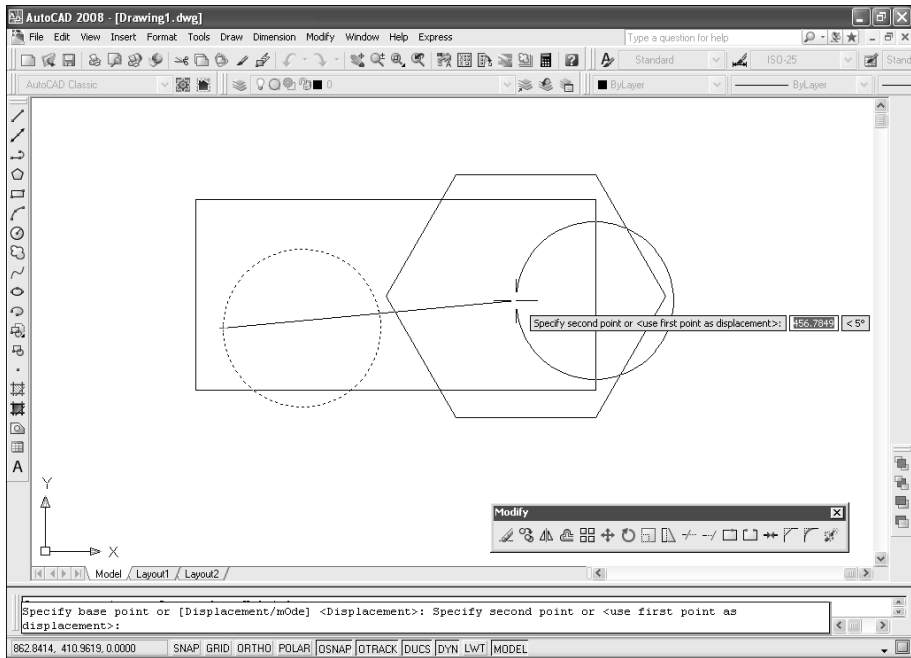

Рис. 4.3. Копирование объекта с помощью инструмента **Сору**
5. Задайте точку смещения (рис. 4.3). AutoCAD создаст в заданной точке копию объекта.